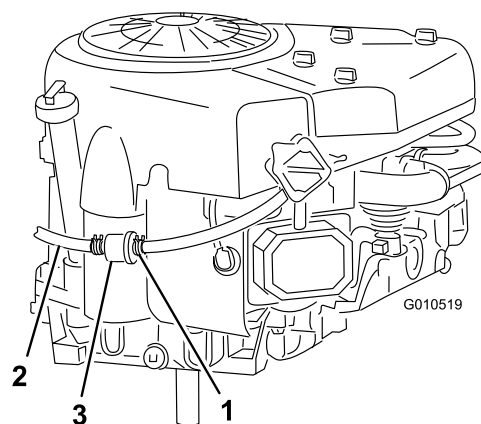

Figura 29
7. Premete le estremità della fascetta stringitubo e sfilatela dal tubo del carburante in direzione del serbatoio (Figura 29).
8. Staccate il tubo del carburante dal filtro (Figura 29) e spurgate la benzina in una tanica o in una bacinella di spurgo.
10. Infilate la fascetta vicino al filtro del carburante, per fissare sia il tubo sia il filtro del carburante (Figura 29).
Il momento più opportuno per sostituire il filtro del carburante (Figura 29) è quando il serbatoio del carburante è vuoto. Non rimontate mai il filtro carburante sporco dopo averlo tolto dal tubo di alimentazione del carburante.